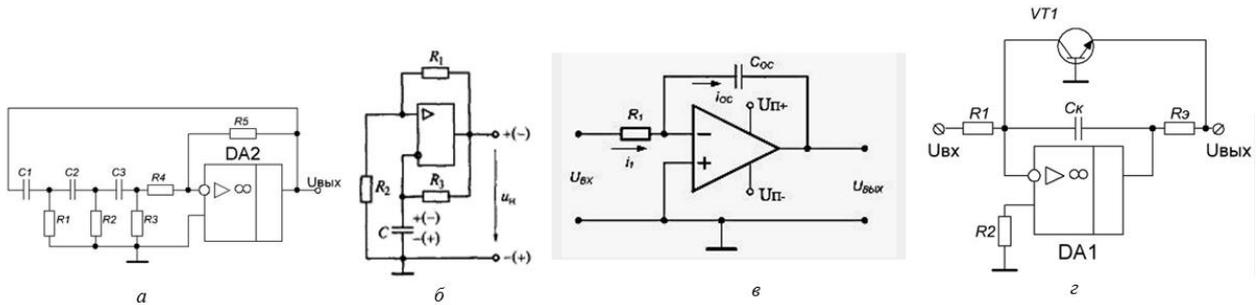

Рис. 12
Вопрос 25. Из представленных на рис. 12 схем выберите схему мультивибратора.
- 1) рис. 12а;
- 2) рис. 12б;
- 3) рис. 12в;
- 4) рис. 12г.